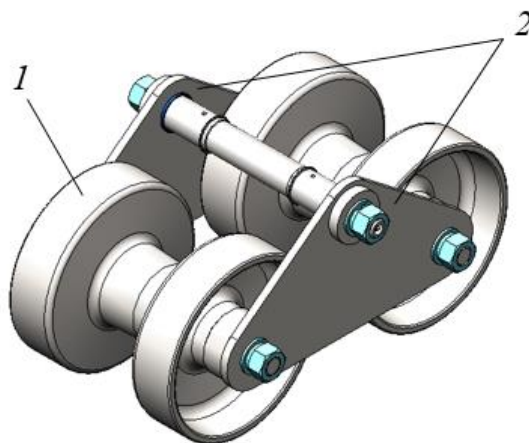

Рисунок 5.9. Внешний осмотр опорных катков и качающегося основания опорных катков
- ▶ Провести визуальный осмотр, рис. 5.9. Не допускается течи масла из-под опорных крышек;